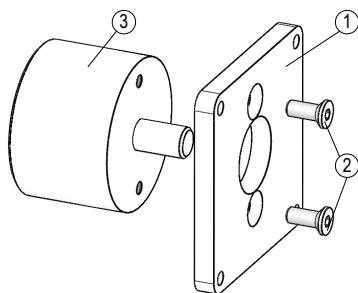
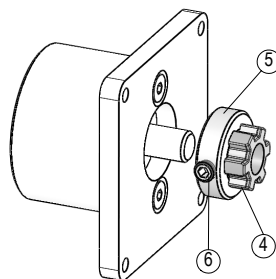
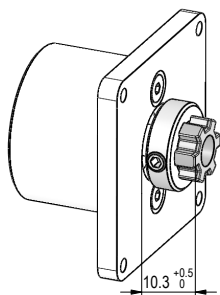
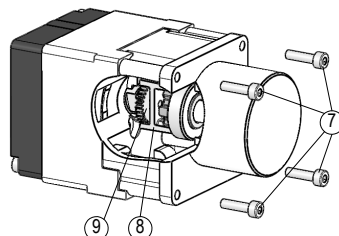

Abb. 7: Montage Flansch/Geber
Abb. 8: Montage Kupplung
Abb. 9: Abstand Flansch/
Abb. 10: MontageGeber/Flansch/
Montage (Abb. 7, Abb. 8, Abb. 9, Abb. 10):
1. Flansch ZB4002 ① (siehe Kapitel 7.3) mit Senkschrauben ② an Geber ③ schrauben.
2. Kupplungsteil ④ und Ring ⑤ über Geberwelle schieben und mit Gewindestift ⑥ befestigen.
3. Abstand Flansch/Kupplung beachten (siehe Abb. 9)!
4. Korrekte Position von Gummikupplung ⑧ auf Zahnrad ⑨ prüfen.
5. Teile ① ... ⑥ in Gummikupplung ⑧ fügen und mit Zylinderschrauben ⑦ an den Seilzuggeber montieren.